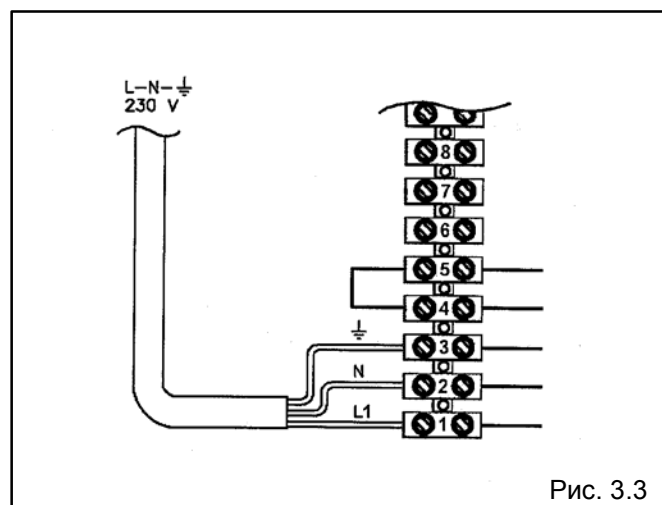

Рис. 3.3
- подведение питания (рис. 3.3);